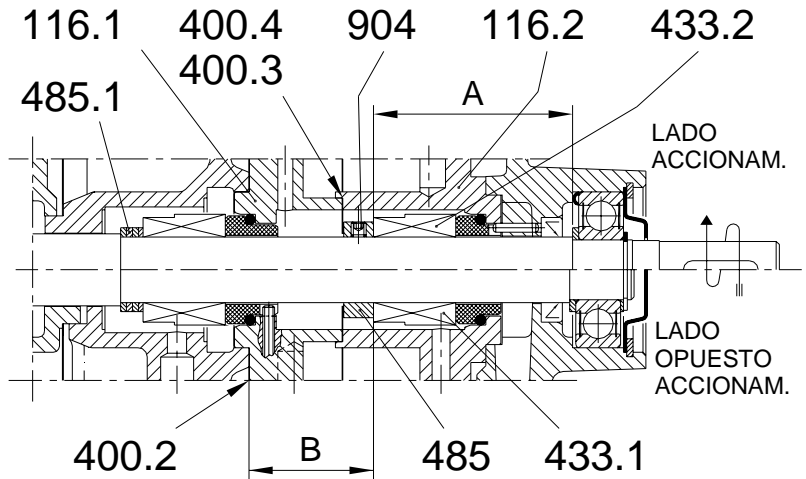

Fig. 17
Colocar y fijar en el eje, es su correcta posición, el anillo distanciador VDMA 485 del cierre mecánico exterior VDMA 433.2 (ver la fig. 17 y la tab. 8). Montar sobre el eje la parte rotante del cierre mecánico exterior VDMA 433.2 lubricándola con aceite compatible. Si el cierre mecánico no es de doble sentido de giro, debemos montar un muelle a derechas (para TBH y AT, izquierda para la TBA). Fijar la parte estacionaria del cierre mecánico exterior VDMA 433.2 en la semicámara de refrigeración VDMA 116.2 después de lubricar la tórica con aceite compatible.
- 8 - Situar en el eje los anillos distanciadores VDMA 485.1 controlando que la cota existente entre el apoyo del cierre mecánico sobre el eje y la superficie exterior del cabezal de impulsión VDMA 107 sea la prevista (ver la tab. 1). Montar en el eje la parte rotante del cierre mecánico interior VDMA 433.1 lubricándola con aceite compatible. Si el cierre mecánico no es de doble sentido de giro, debemos montar un muelle a derechas (para TBH y AT). Fijar la parte estática del cierre mecánico interior VDMA 433.1 en la semicámara de refrigeración VDMA 116.1, con la junta VDMA 400.2, después de lubricar la tórica con aceite compatible. Limpiar las 2 caras de contacto del cierre mecánico y situar sobre el eje la semicámara de refrigeración VDMA 116.1. Montar y fijar en la posición correcta sobre el eje el anillo distanciador VDMA 485 del cierre mecánico exterior VDMA 433.1 (ver la fig. 17 y la tab. 8). Montar sobre el eje la parte rotante exterior del cierre mecánico VDMA 433.1 lubricándola con aceite compatible. Si el cierre mecánico no es de doble sentido de giro debemos montar un muelle a izquierdas (para TBH y AT). Fijar la parte estacionaria del cierre mecánico exterior VDMA 433.1 en la semicámara de refrigeración VDMA 116.2 del lado opuesto al accionamiento después de haber lubricado la tórica con aceite compatible. Limpiar las 2 caras de contacto del cierre mecánico. Montar la semicámara de refrigeración VDMA 116.2 junto a la otra semicámara de refrigeración VDMA 116.1 intercalando las juntas VDMA 400.3 y 400.4 y centrando el pasador VDMA 562, seguidamente montar el soporte de cojinete y después apretar los 4 espárragos VDMA 914.1. Hacerlo de manera que el orificio de descarga del cierre mecánico que existe en el soporte de cojinete quede orientado hacia abajo.